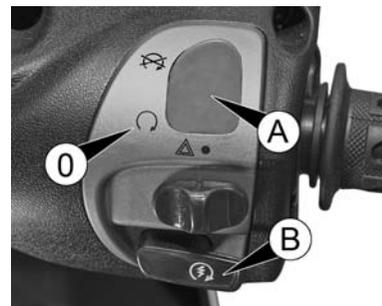

fig. 2
- assurez-vous que le bouton A Fig. 2 est sur la position 0
- tirez l'un des deux leviers de frein sur le guidon (ou appuyez sur le frein à pédale) et appuyez sur le bouton de démarrage B fig.2.